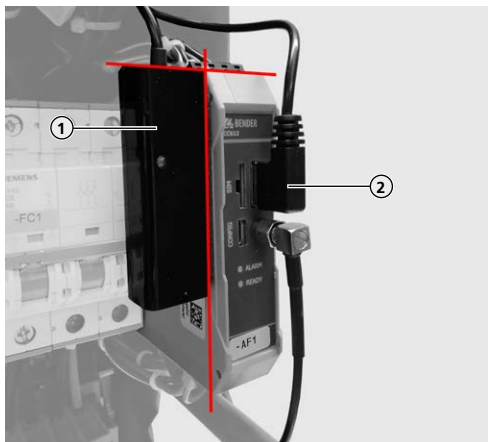

Bild 4: Tejpa fast USB-Ethernet-adaptern slätt på ECU:n
- ▶ Tejpa fast USB-Ethernet-adaptern (1) på **slätt** på ECU-enheten (se Bild 4).
- ▶ Sätt i USB-kontakten (2) till USB-Ethernet-adaptern i ECU:n.